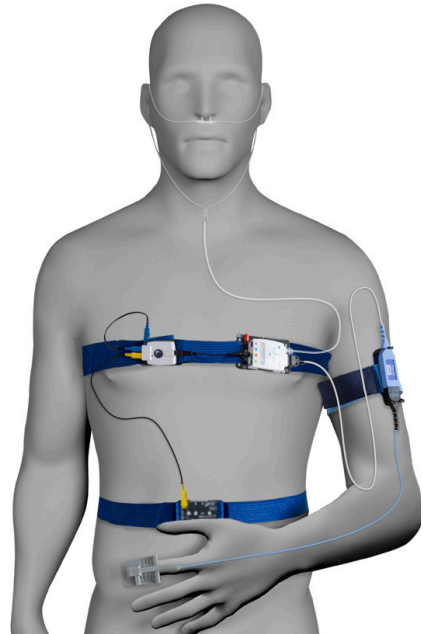

Abbildung 32: PG Stufe III mit halb wieder-
11. Finale PG Montage (Level III) mit semi-verwendbaren Gurten, Abbildung 32.